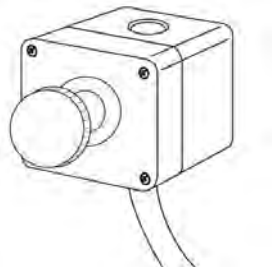

Fig 33
Arrêter la machine avec le bouton "0" rouge (B) ou avec le bouton d'arrêt à distance (Fig 33). Attendre jusqu'à ce que la pièce d'œuvre ne tourne plus.